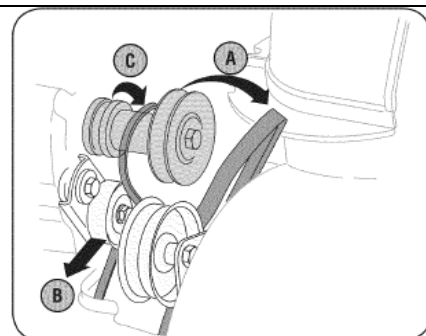

Рис. 33
3. Демонтируйте ремень следующим образом См. Рис. 33: